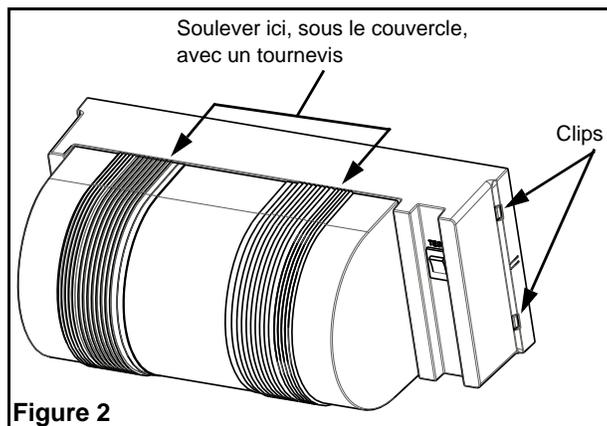

Figure 2
3. Enlever la plaque arrière en appuyant avec un tournevis sur les clips de la plaque arrière (voir fig. 2).
- Enlever le couvercle transparent en le soulevant aux endroits indiqués à l'aide d'un tournevis (voir fig. 2).